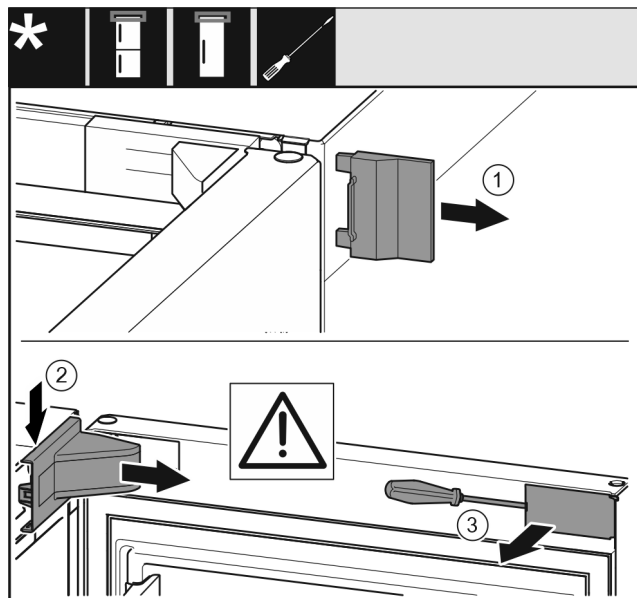

Fig. 6
- ▶ Snemite zunanji pokrov. Fig. 6 (1)
- ▶ Snemite in odstranite pokrov ležajnega podstavka. Snemite pokrov ležajnega podstavka. Fig. 6 (2)
- ▶ S ploščatim izvijačem staknite zaslonko in jo obrnite k strani. Fig. 6 (3)